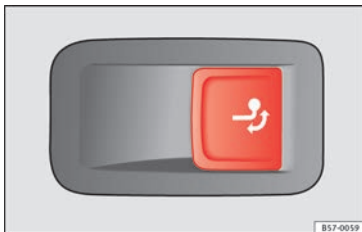

Abb. 230 Auf der rechten Seite im Gepäckraum: Taste zur Entriegelung des Kugelkopfes.
- Ziehen Sie kurz an der Taste »» **Abb. 230**. Der Kugelkopf wird automatisch entriegelt und dreht selbsttätig heraus. Die Kontrollleuchte der Taste blinkt »» **Abb. 230**.
- Ziehen Sie kurz an der Taste »» **Abb. 230**. Der Kugelkopf wird elektrisch entriegelt.
- Drehen Sie den Kugelkopf unter den Stoßfänger bis er hör- und fühlbar einrastet und die Kontrollleuchte der Taste »» **Abb. 230** dauerhaft leuchtet.
- Wenn die Kontrollleuchte der Taste »» **Abb. 230** blinkt, ist der Kugelkopf noch nicht vollständig eingerastet oder beschädigt »» ⚠.
- Drücken Sie keinesfalls die Taste »» **Abb. 230**, wenn ein Anhänger oder ein Gepäckträger oder anderes Zubehör auf dem Kugelkopf eingehängt ist.